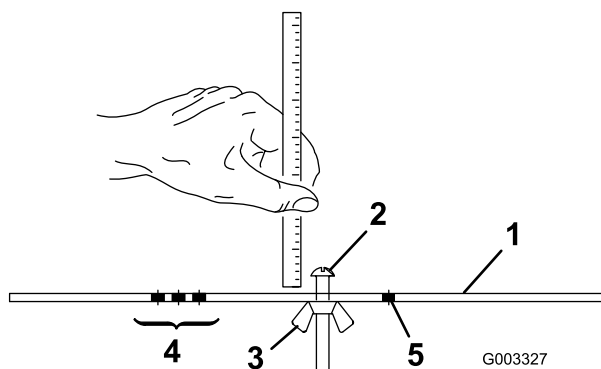

図 20
2. ゲージバー図 20のナットをゆるめ、調整ネジを希望の刈り高に合わせる。ネジ頭の下からバーの表面までの距離が刈り高となる。